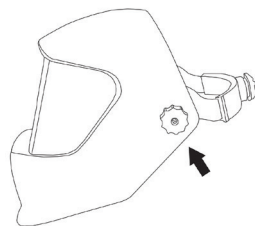

рис. 7
6.3 Угол наклона щитка изменяется с помощью винтов на двух сторонах щитка (рис. 7). Лучший угол в ходе сварки – прямая линия между глазами и точкой сварки вертикально к светофильтру.